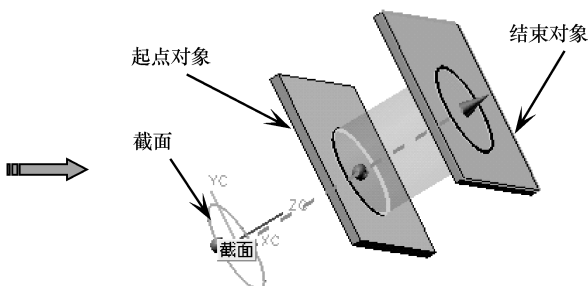

图 3-6 【直至选定】方式
- 直至选定：通过用户自行选择对象（此对象可为面、实体或平面）来作为拉伸特征的起始或终止位置，如图 3-6 所示。